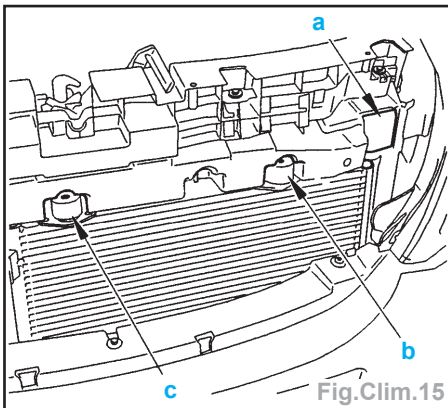

Fig.Clim.15
- Déboîter les conduits (3) et (5) du condenseur de réfrigération (4).
- les conduits (3) et (5),
- le condenseur (4).
- Déposer le pion et le cache plastique (en «a») (Fig.Clim.15).